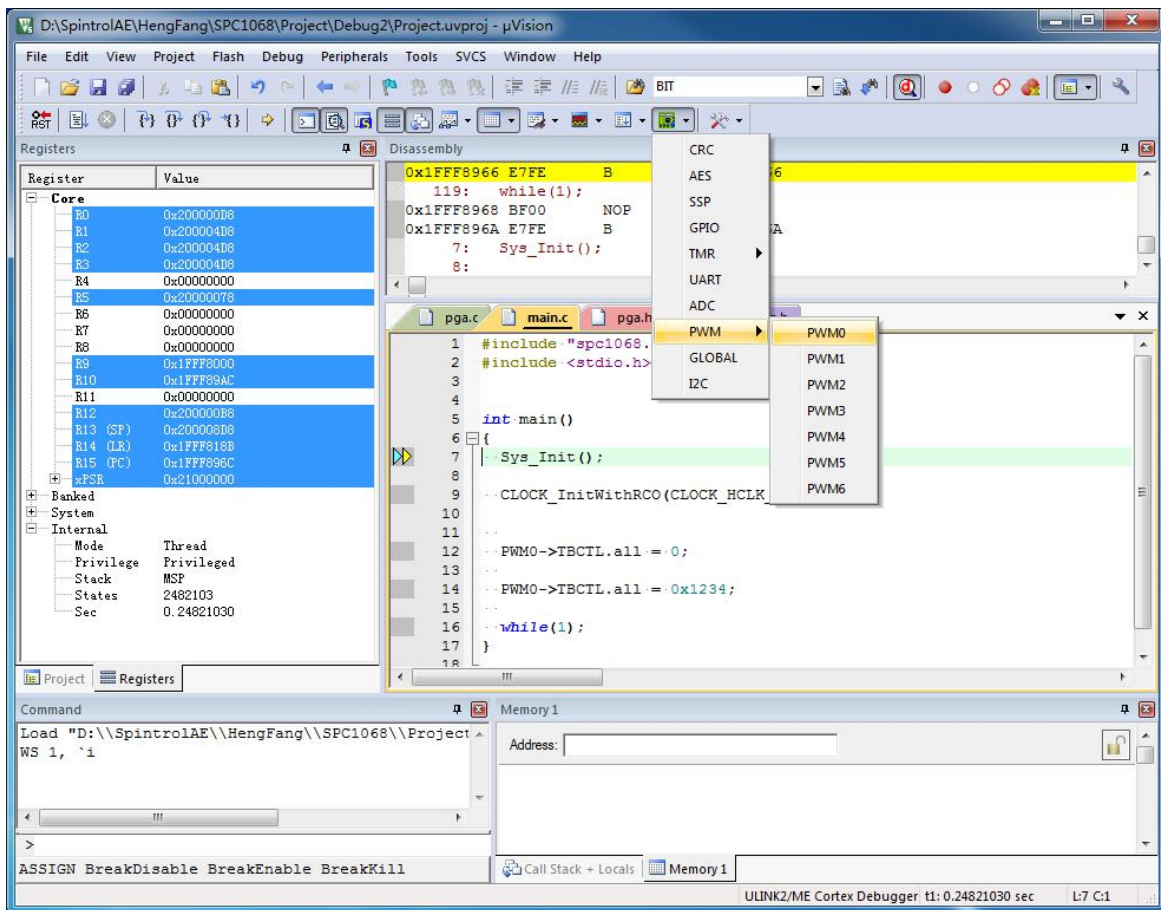
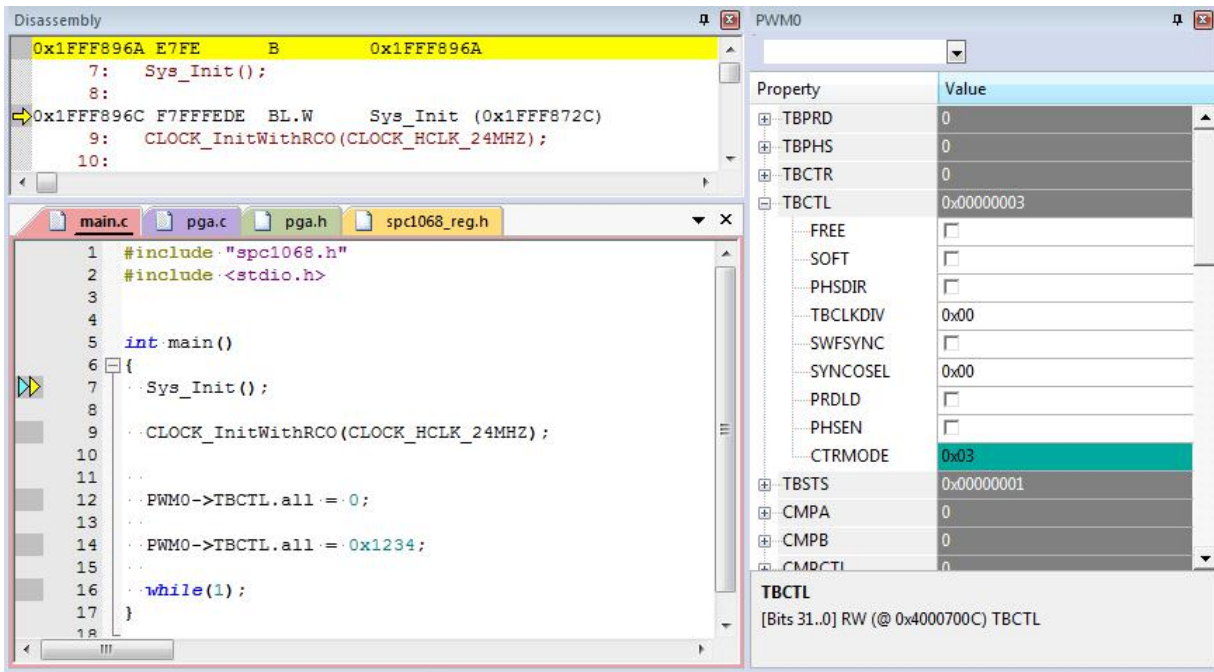
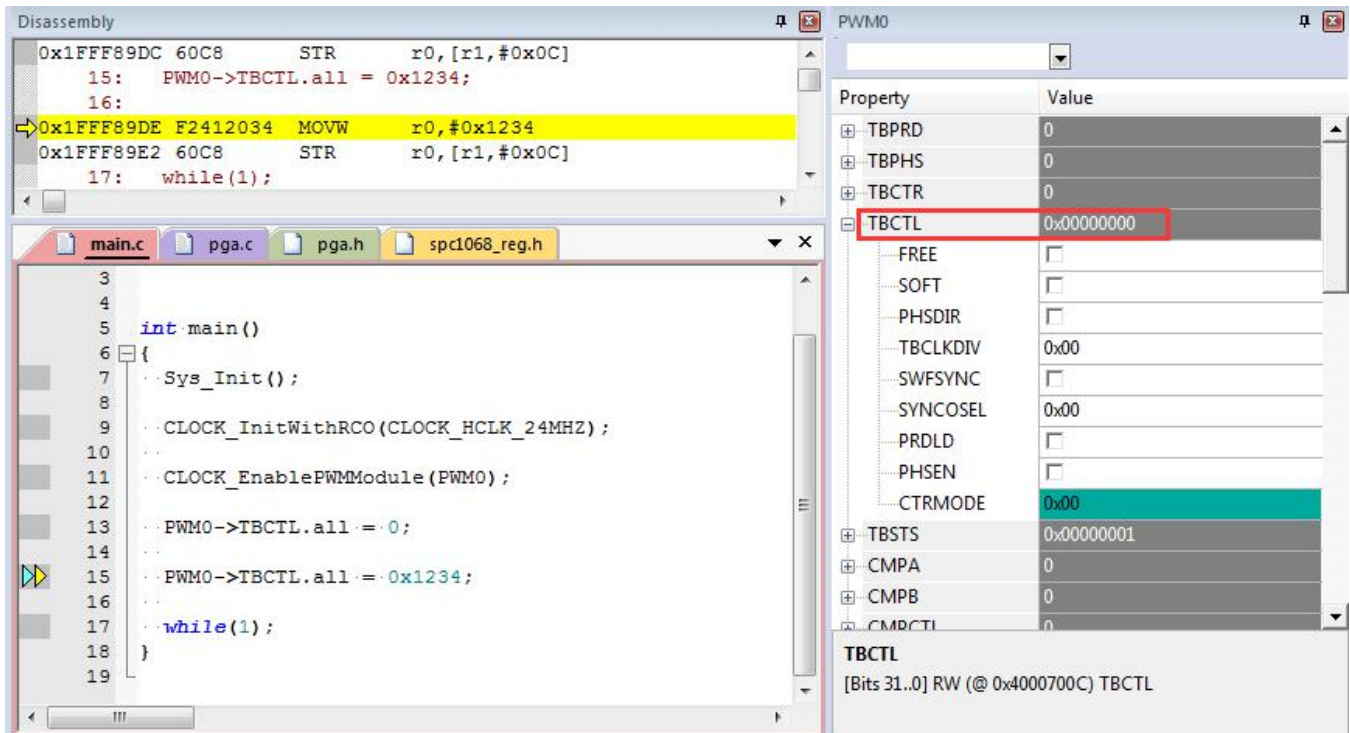
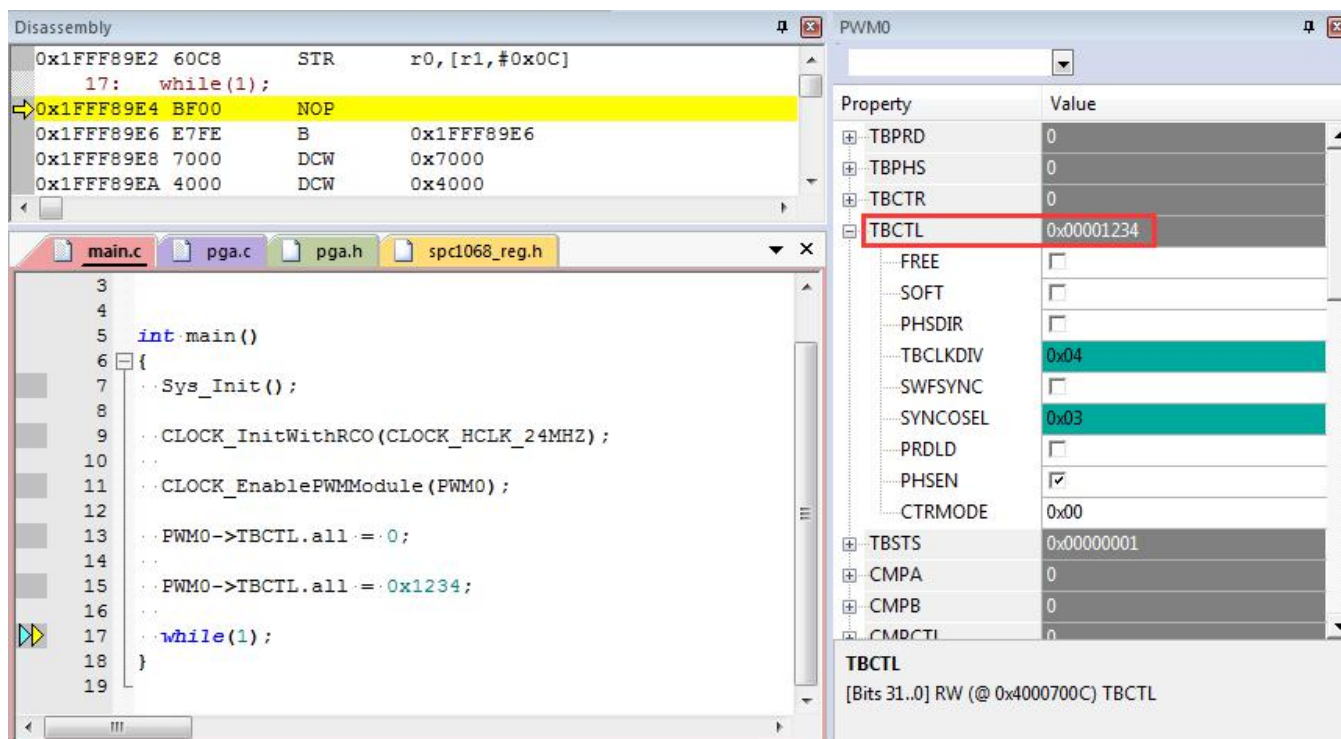

图 3-11: 添加 PWM0 到 System Viewer 窗口
图 3-12: 添加 PWM0 到 System Viewer 窗口的结果
图 3-13: TBCTL=0 执行结果
图 3-14: TBCTL=0x1234 执行结果
(2) 单击按钮，进入 Debug 模式，将芯片外设 PWM0 添加到 System Viewer 窗口，如图 3-11 所示。添加后的结果如图 3-12 所示。从图 3-12 可以看出，在 System Viewer 窗口中，不仅可以看到 PWM0 模块各个 Register 的值，而且还可以看到 Register 各个位段的值。
按照上面的步骤将 PWM0 添加到 System Viewer 窗口后，就可以在 Debug 程序的过程中观察到 PWM0 各个寄存器的值。我们单步执行图 3-12 中 main 函数的程序，分别将 TBCTL 寄存器赋值为 0 和 0x1234，结果分别如图 3-13 和图 3-14 所示。